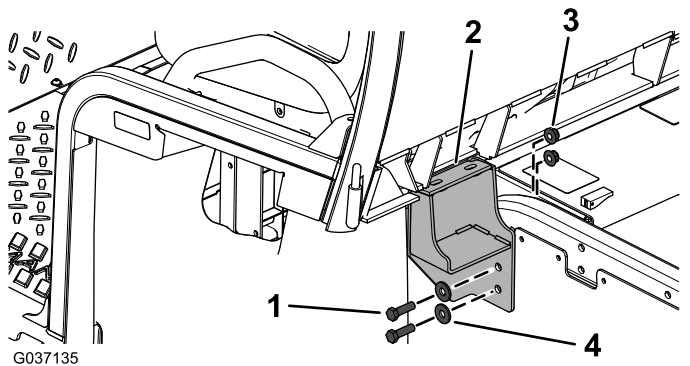

Bild 7
- Befestigen Sie die linke und rechte Kabinenstütze lose mit Sechskantschrauben (3/8" x 1 1/4"), Unterlegscheiben (3/8") und Bundmuttern (3/8") mit der Maschine, wie in Bild 7 dargestellt.
8. Ziehen Sie die linken und rechten Kabinenstützen fest und ziehen Sie die Schrauben mit 58 Nm an, wie in Bild 7 abgebildet.